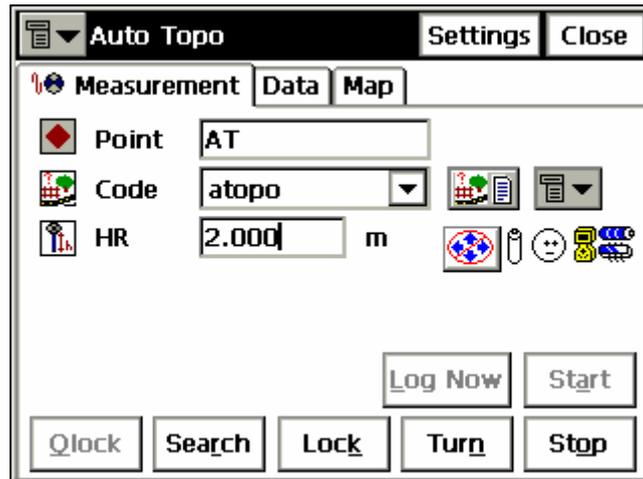

Рисунок 6-37. Авто Топо
2. Введите имя точки, ее код и высоту вешки (рис. 6-37 на стр. 6-31).